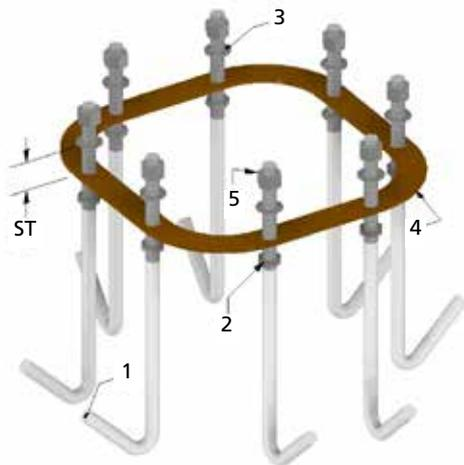

Abb.20
5. Bei Auslegerkränen mit einem Walzprofilträger (Typ H oder T) ist die Breite des Trägerschenkels zu überprüfen, die der Breite der Laufkatzenräder entsprechen muss (Abb.20).
1. Die flachen Muttern 2 auf die Ankerschrauben 1 schrauben und den Gewindeteil so weit hervorstehen lassen, bis der entsprechende Vorsprung ST erreicht ist (siehe Abschnitt 2.2.7 auf Seite 10) (Abb. 20). Diesen Vorgang auf allen 8 (acht) Ankerschrauben durchführen.